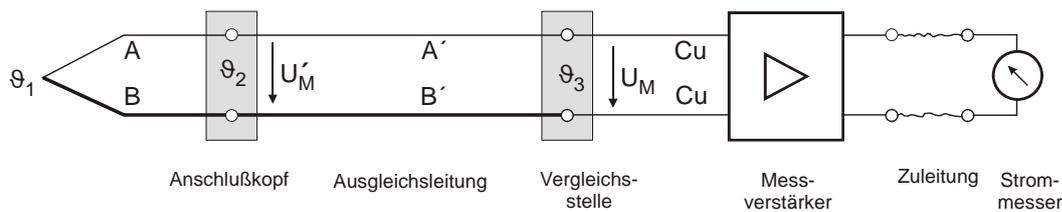

Bild 1
d) Die beiden Ausgleichsleitungen A' und B' (Bild 1) wurden irrtümlich vertauscht. Wie groß ist dann die Messspannung U_M ?